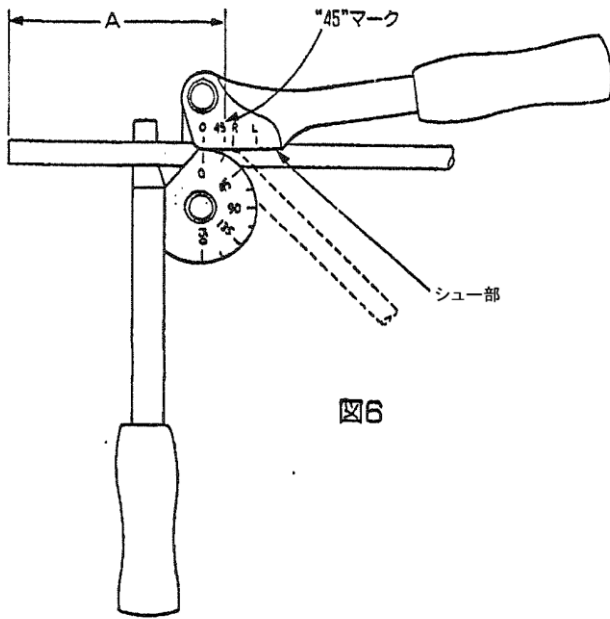
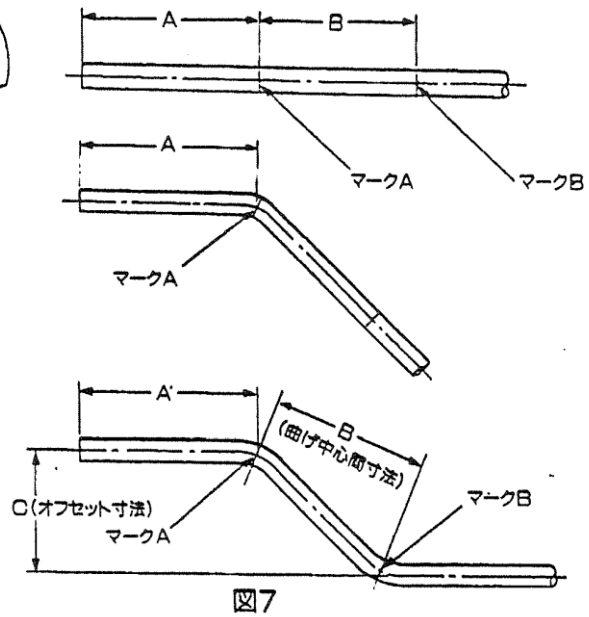

図6
図7
3. 45° ベンド (図6および図7参照)
(1) シングル曲げ
①曲げ始め寸法 (A 寸法) をチューブの左端から測って図6のようにシュー部の“45”マークに合わせてください。
②セットが终れば、スライダーハンドルをホイールの45°の位置にシュー部のゼロ点がくるまで回してください。
(2) オフセットベンド
①必要とするオフセット寸法 (C 寸法) を決めて、図7のように曲げ加工をする前に両方の曲げ位置に印をつけてください。
②曲げ中心間寸法 (B 寸法) は、オフセット寸法 (C 寸法) の約1.4倍の値を参考に計算してください。
③チューブに印をつけ終りましたら、チューブのマークA部を図6のようにシュー部の“45”マークに合わせて、シングルベンドの②項のようにして、最初の曲げ加工を行い、次にマークB部を同様に“45”マークに合わせて、適当な方向で2回目の曲げ加工を行ってください。